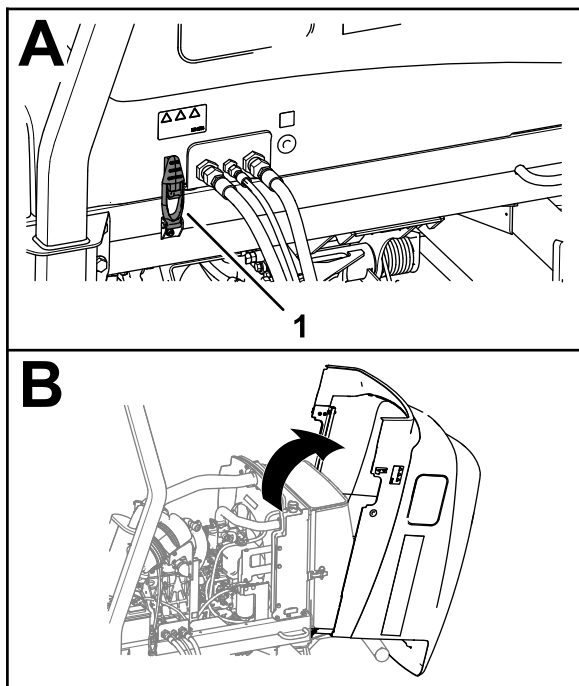

Figure 93
1. Ouvrez les 2 verrous du capot (Figure 93).